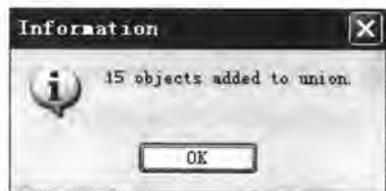

图 4-27 提示框
(3) 系统弹出组合创建的提示框，以说明该组合中的对象数量，如图 4-27 所示。